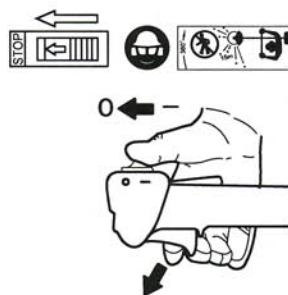

Рис. 16
- (1) Отпустите курок газа и нажмите красный выключатель зажигания для подготовки к останову двигателя. (Рис. 16)
- (2) Если Вы полностью закончили работу, вылейте топливо из бака, запустите двигатель и дайте ему выработать остатки топлива. Топливо, оставшееся в поплавковой камере карбюратора выработается в течение 2-3 минут и двигатель остановится. Таким образом Вы облегчите последующий запуск двигателя.